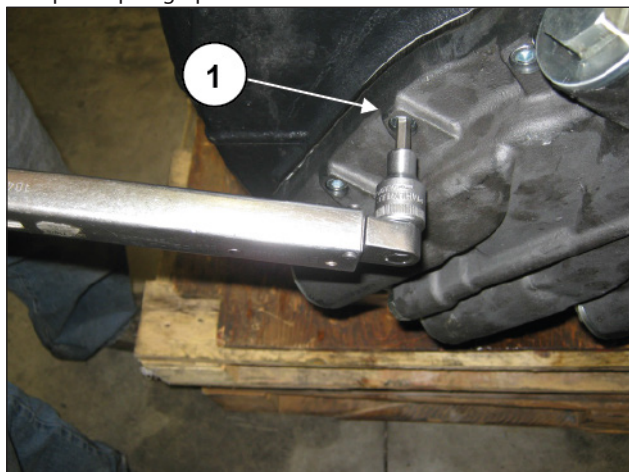

Fig. 128
Serrer le corps de pompe à huile avec les vis M8 (rep. ①, Fig. 128) et les serrer avec une clé dynamométrique comme indiqué au paragraphe 3.